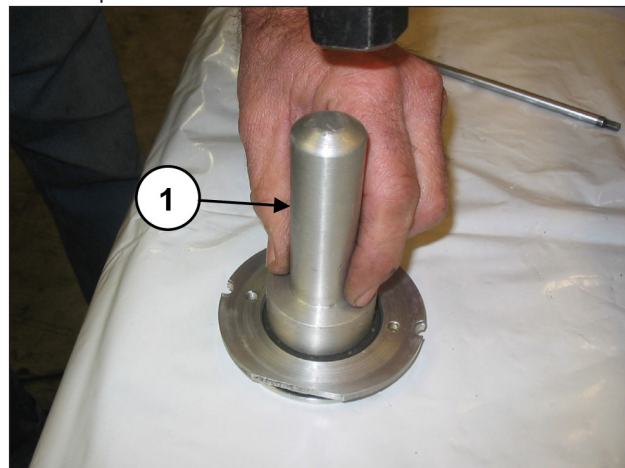

Fig. 139
Monter le joint Spi sur le carter d'huile (rep. ①, Fig. 139) à l'aide d'un tampon réf. 27910900.